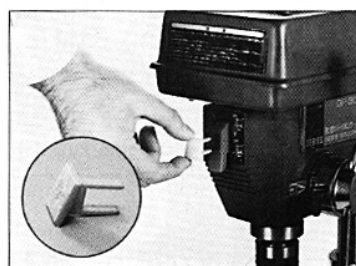

図13-1
- (1) 本機は安全のため、スイッチキー方式を採用しています。スイッチがOFFでプラグがコンセントから抜いてあることを確認してから②スイッチキーを差し込んで下さい。図13-1